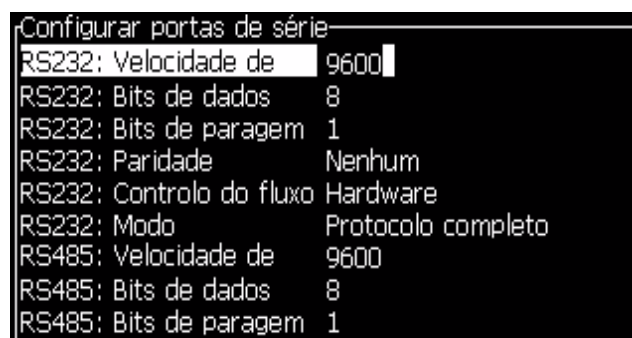

Figura 4-20: Caixa de diálogo *Configurar portas seriais*
- 2 Selecione a opção *Configuração da porta serial* e pressione a tecla *Enter*. A caixa de diálogo *Configurar Portas Seriais* aparece (veja Figura 4-20).